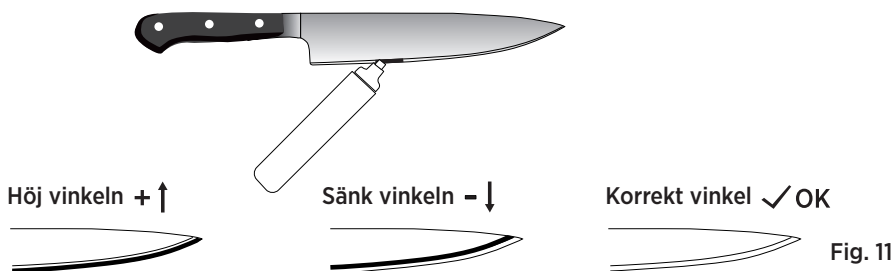

Fig. 11
Applicera en markering på skärebben. Justera stödstången uppåt eller nedåt vid behov och slipa eggen försiktigt. När markeringen är helt borttagen och en ren egg framträder (Se Fig. 11), visar vinkelvärdet på skalan (A eller B) den korrekta slipvinkeln.
3. Vrid på vinkelåsknappen för att flytta stödstången uppåt eller nedåt vid behov och slipa skärebben försiktigt. När markeringen på bladet är helt borttagen och en ren egg framträder, är inställningen korrekt. (Se Fig. 11)